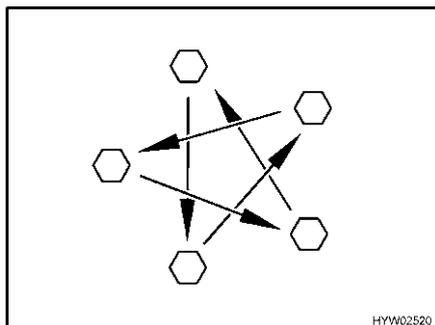

Fig. 206 Serrare a croce i dadi o i bulloni delle ruote
- Controllare regolarmente il serraggio dei dadi o dei bulloni. Regolare a croce (Fig. 206) il serraggio dei dadi o dei bulloni di una ruota sostituita dopo circa 50 km.
- ▷ Serrare a croce i dadi o i bulloni delle ruote (Fig. 206).